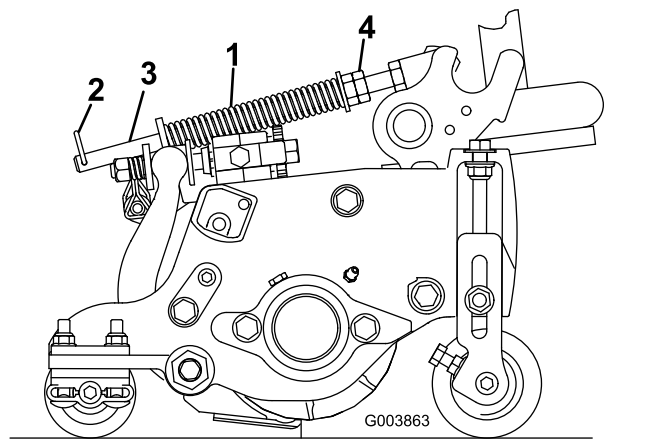

Figura 14
A mola de compensação de relva transfere peso do cilindro dianteiro para o cilindro traseiro (Figura 14). Isto ajuda a reduzir o efeito ondulado na relva, também conhecido como ondulação ou “bobbing”.
1. Certifique-se de que o contrapino do gancho está instalado no orifício traseiro na haste da mola (Figura 14).
2. Aperte as porcas sextavadas na extremidade dianteira da haste da mola até que o comprimento comprimido da mola seja 12,7 cm nas unidades de corte de 12,7 cm, ou 15,9 cm nas unidades de corte de 17,8 cm (Figura 14).